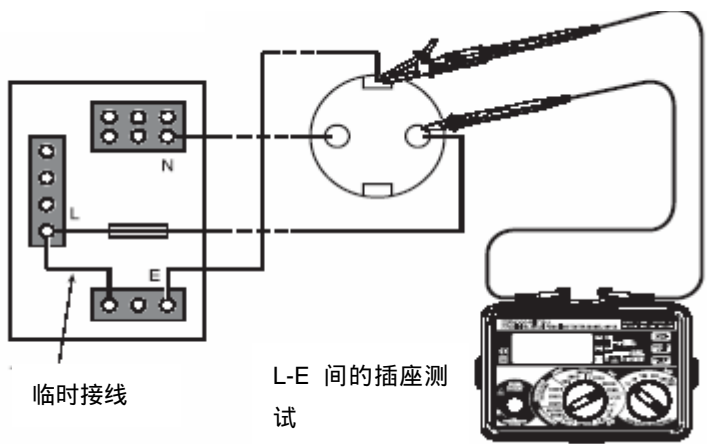

图 3
5. 测试线连接被测电阻的回路（图 3：典型连接方式）。事先请**确认回路未通电**。注意：若回路通电，通电回路警告灯将点亮 – 无论如何先检查！